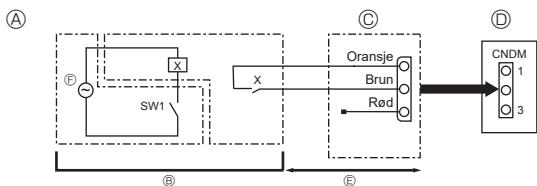

Fig. 8-1
① Strømtiførsel (vernebryter).
- ② Etter at væskestengeventilen er stengt, må du sette SWP-bryteren på kontrollpanelet på utendørsenheten på ON (på). Kompressoren (utendørsenhet) og ventilatoren (innendørs- og utendørsenheter) begynner å gå og innsamlingen av kjølemiddel begynner. LED1 og LED2 på kontrollpanelet til utendørsenheten tennes.
8.1. Lav støy-modus (modifisering på stedet) (Fig. 8-1)